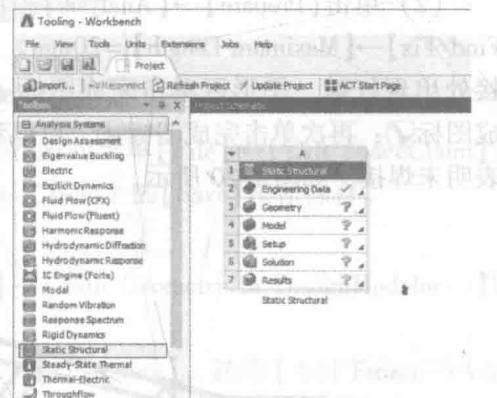

图 1-17 创建结构静力分析
(1) 在工具箱【Toolbox】的【Analysis Systems】中双击或拖动结构静力分析【Static Structural】到项目分析流程图，如图 1-17 所示。
(2) 在 Workbench 的工具栏中单击【Save】，保存项目实例名为 Tooling.wbpj。工程实例文件保存在 D:\AWB\Chapter01 文件夹中。